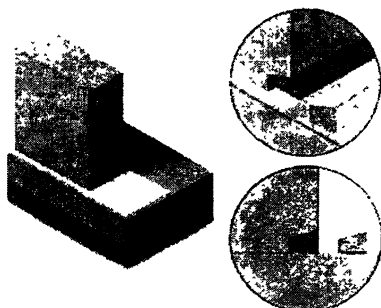

Рисунок 9
- шпательную смесь уложить в паз (рисунок 9);